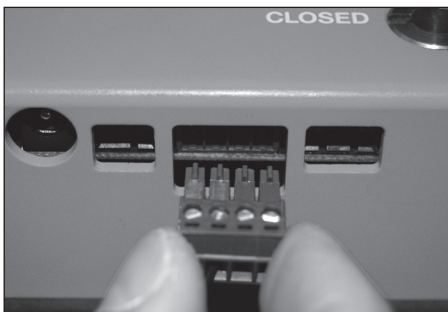

Figure 11
4. Retirer le bornier de la carte de circuit imprimé verte de l'unité de contrôle en tirant tout droit dessus. **Figure 11**